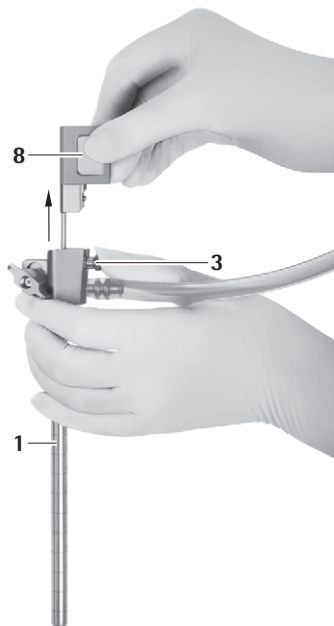

Fig. 10
- ▶ Tryk på udløserknappen 3 og træk obturator til optikkanalen 8 forsigtigt ud af MINOP InVent-trokaren 1, se Fig. 10.